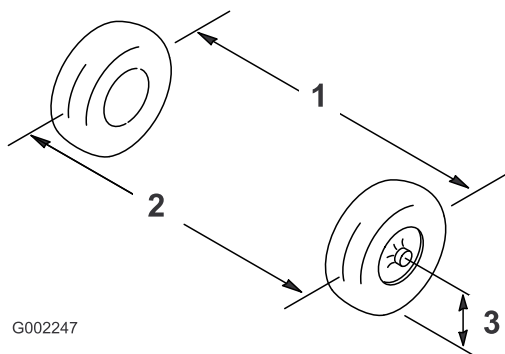

Figure 101
- Mesurez la distance entre les roues avant à hauteur d'essieu, à l'avant et à l'arrière des roues (Figure 101).